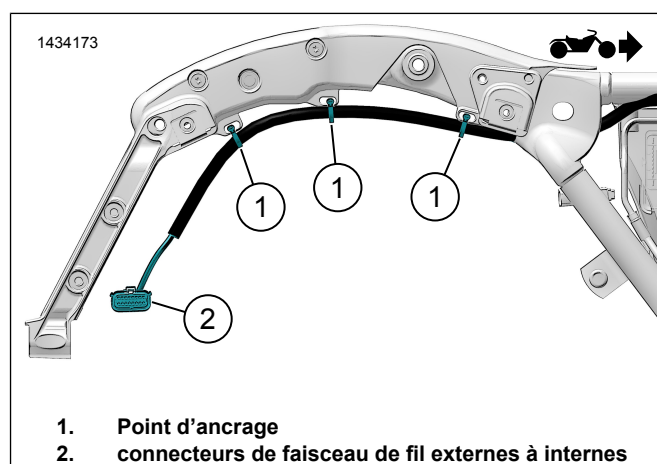
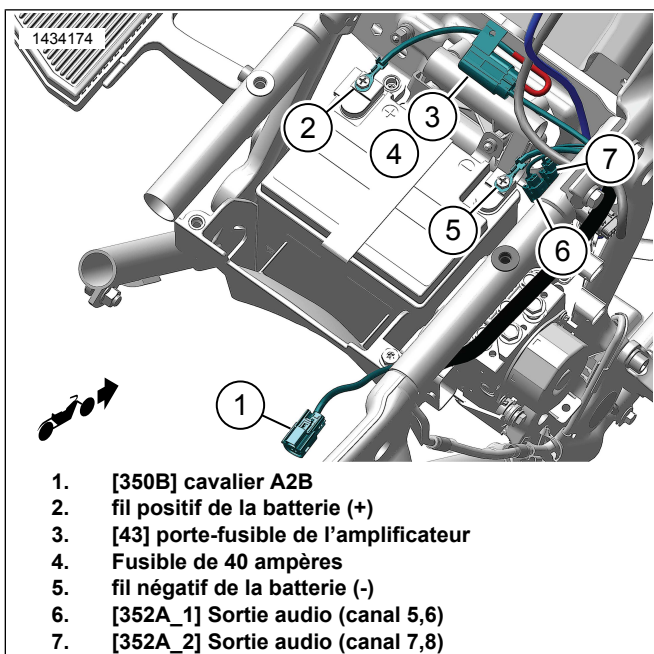

Figure 17. Routage du faisceau de fils externes (Typique)
Figure 18. Routage du faisceau de fils externes (typique)
- a. Voir la Figure 17. À l'aide de sangles de câble, installez lâchement le faisceau aux points d'ancrage (1). Ne serrez pas les sangles de câble.
- c. Voir la Figure 18. Faites passer le faisceau dans le boîtier de la batterie.
- d. Branchez le câble négatif de la batterie (2).
- e. Branchez le câble positif de la batterie (4).
- f. Installez le fusible (4) dans le porte-fusible (3).
- g. Sécurisez le porte-fusible (3) avec le sangle de câble.
- h. Acheminez les connecteurs (1) vers la zone du capot latéral gauche et les connecteurs (5, 6) vers le capot latéral droit.
2. Voir la Figure 17. Connectez le faisceau extérieur de la sacoche au faisceau interne (2) à la sacoche.
3. Voir la Figure 18. Connectez [350B] (1) du faisceau d'amplificateur secondaire à [350A] du faisceau d'amplificateur principal.
- a. **FLTRKSE 2022** : Connecter [350B] (1) du faisceau d'amplificateur secondaire au connecteur à 2 broches.